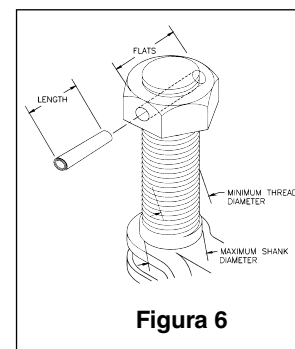

Figura 6
- Consulte la ADVERTENCIA de la Figura 6 con instrucciones especiales para asegurar la tuerca a la espiga en el ensamble.
- El largo de rosca mínimo necesario para engranar la tuerca no deberá ser menor que un (1) diámetro de rosca.
- Todas las tuercas deben asegurarse a la espiga perforando la tuerca y la espiga roscada e insertando el pasador de resorte helicoidal apropiado (consulte el recuadro ADVERTENCIA y la figura 6 para ver instrucciones especiales).
- La longitud del pasador de resorte debe ser igual a la distancia entre dos lados opuestos de la tuerca, o su diámetro (ver Figura 6).
- Crosby no se hace responsable por (A) la calidad del mecanizado, (B) el tipo de aplicación o (C) el medio de conexión con la fuente eléctrica o la carga.
- Nunca cargue un gancho lateralmente (ver Figura 4) o de punta (ver Figura 6).